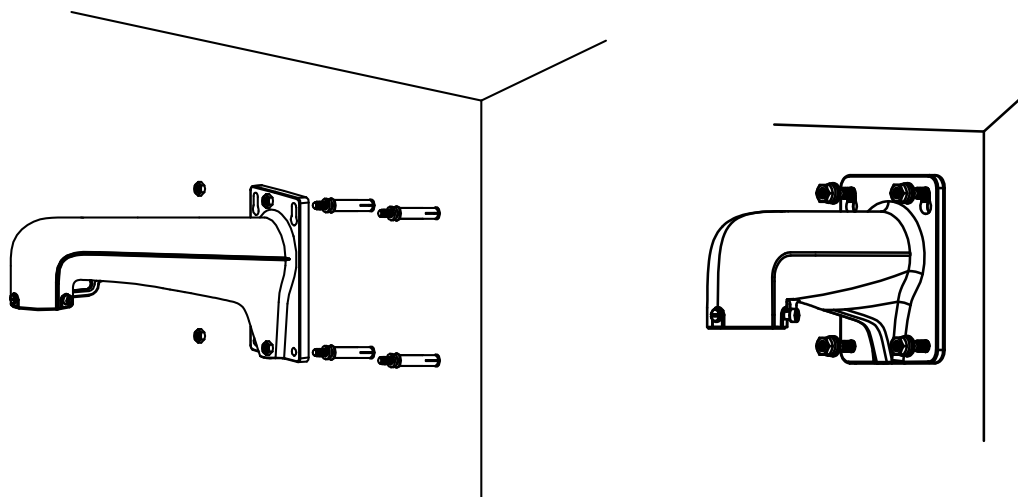

Рис. 2.6. Крепление кронштейна к стене
3. Прикрутите кронштейн 4 шестигранными гайками с шайбами (Рис. 2.6).